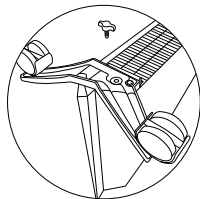

Рис. 8
- приложить планку опорной шасси к месту крепления на конвекторе так, чтобы выпуклая часть планки прилегала плотно к корпусу конвектора и находилась ближе к его задней стенке, винтовое отверстие должно совпадать (рис. 8);